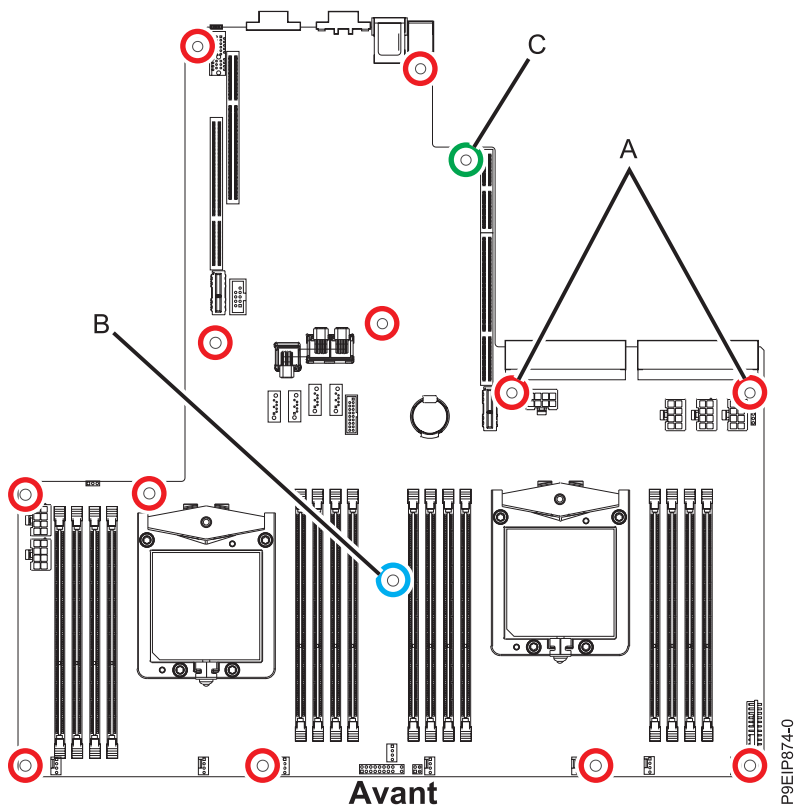

Figure 78. Emplacements des vis
18. Alignez et vissez les 14 vis dans le fond de panier système. Les emplacements des vis sont illustrés dans la figure 78, à la page 72. Les deux vis situées à l'emplacement **(A)** sont légèrement plus longues. Une vis longue se trouve à l'emplacement **(B)** pour soutenir la carte PCIe. Si le système est équipé d'unités de disque arrière, une autre vis longue se trouve à l'emplacement **(C)**.